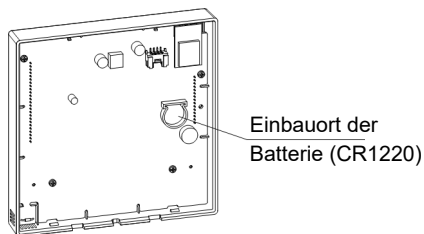

Abb. 3-5
- Setzen Sie die Batterie in den Einbauort ein und achten Sie darauf, dass der Pluspol der Batterie mit dem Pluspol des Einbauortes übereinstimmt (siehe Abb. 3-5).